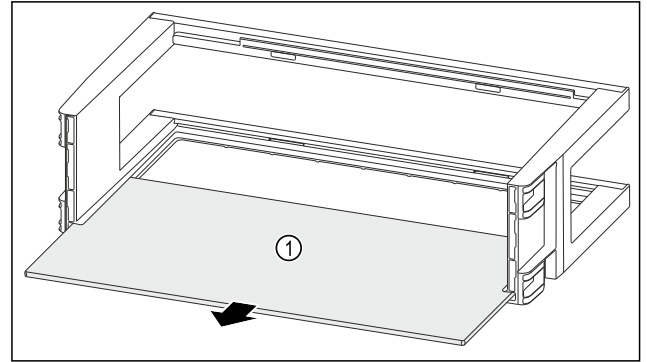

Fig. 140
- ▶ Retirer la tablette de rangement Fig. 140 (1).